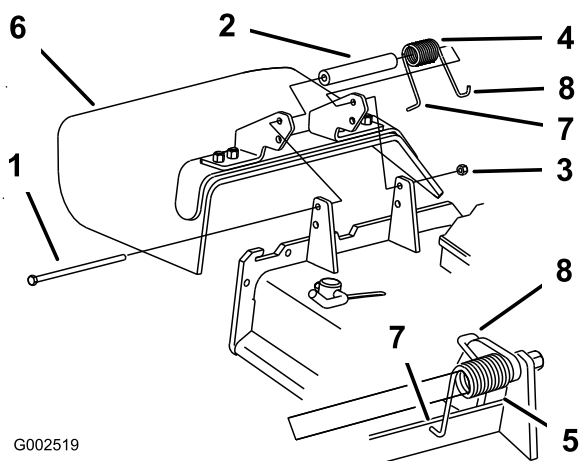

Figure 84
1. Retirez le contre-écrou, le boulon, le ressort et l'entretoise qui fixent le déflecteur aux supports de pivot (Figure 84).
Remarque: Prenez soin de placer l'extrémité en **L** du ressort derrière le bord du plateau avant de mettre le boulon en place, comme indiqué à la Figure 84.
5. Accrochez l'extrémité en **J** du ressort au déflecteur d'herbe (Figure 84).